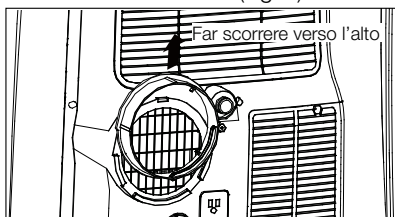

Fig. 4
2. Togliere l'adattatore A dall'apparecchiatura facendolo scorrere verso l'alto (Fig. 4).